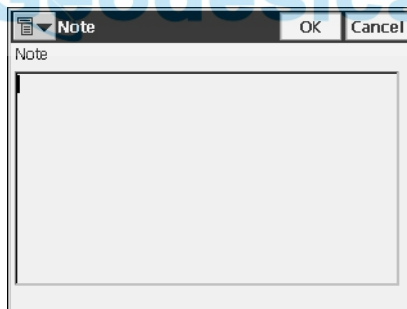

Figura 5-35. Nota
- *Nota*: abre la pantalla *Nota* (Figura 5-35). La pantalla *Nota* se utiliza para incluir información adicional. El texto de la nota puede escribirse en el campo *Nota*. Pulse **OK** para guardar la Nota.